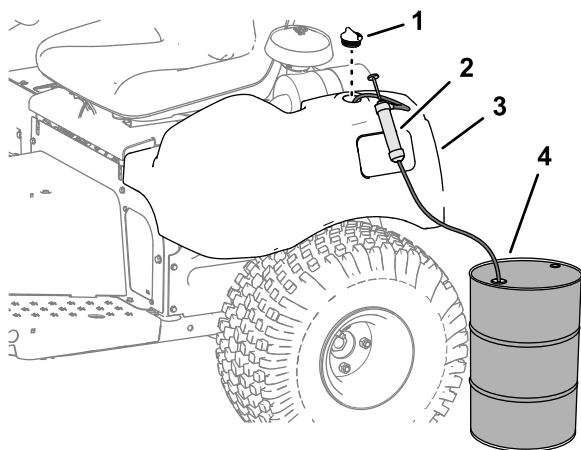

図 43
1. 油圧オイルタンクからキャップを取る 図 43。
2. 油圧オイルタンクからポンプでオイルをくみ出す 図 43。